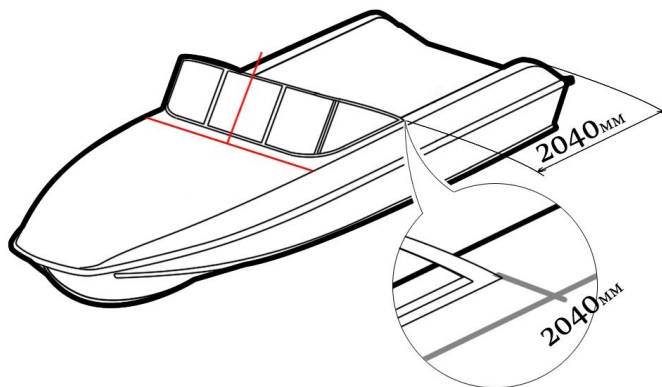

рис. 1
1. Отметьте контрольные точки для установки боковых элементов рамки на лодке, от угла кормы - **2040мм** (рис. 1)
2. Так же необходимо отметить центр палубы и центр калитки на рамке. (рис. 1)